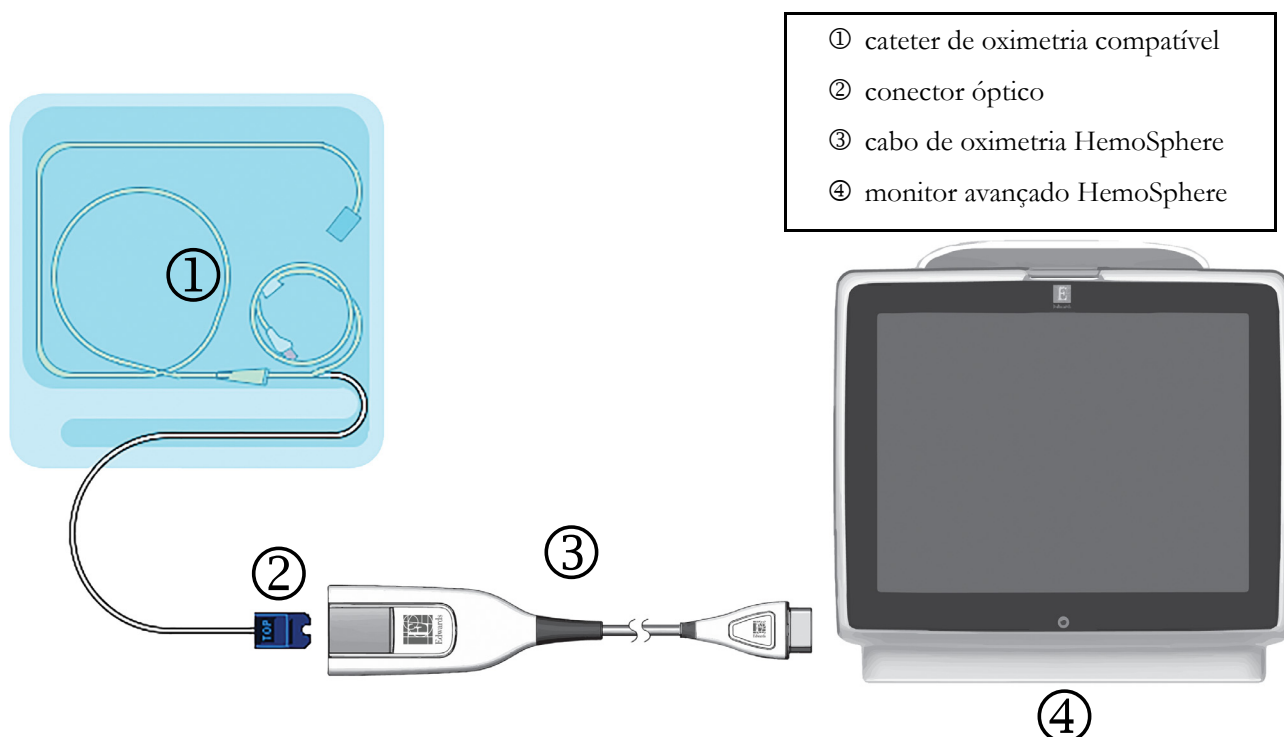

Figura 4-2 Visão geral da conexão da oximetria
- 1 Conecte o cabo de oximetria HemoSphere no lado esquerdo do monitor avançado HemoSphere. Veja figura 4-2.